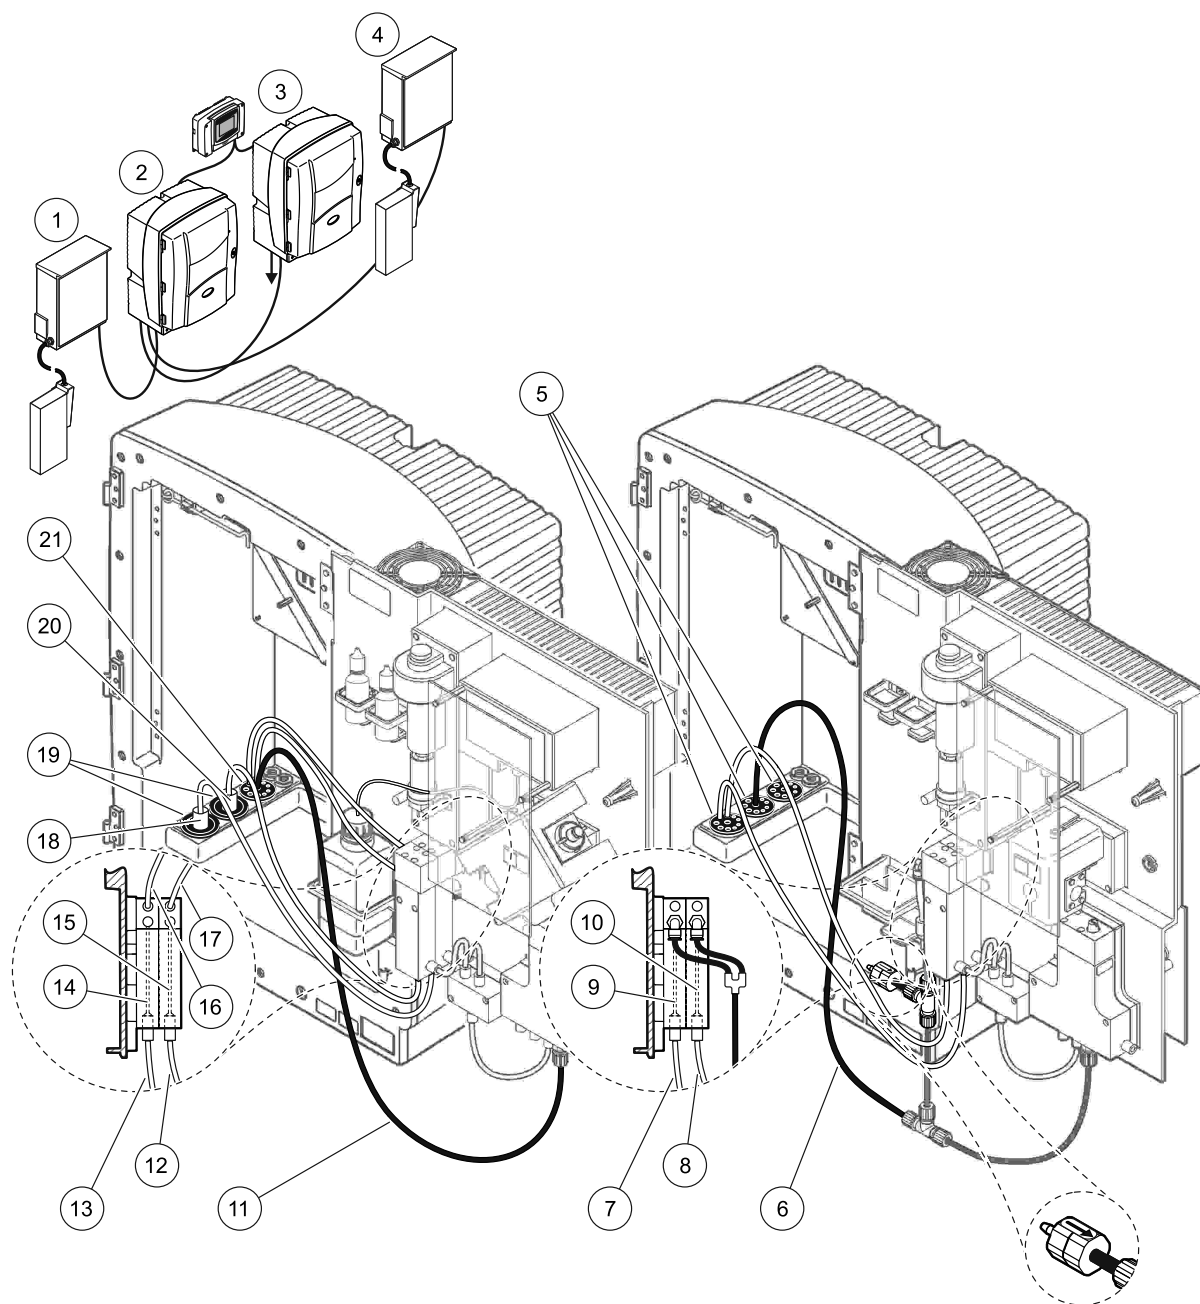

Figura 39 Configuração da opção 9b
Consulte o Figura 39 e as seguintes instruções para a Opção 9b:
- a. Alimente a mangueira aquecida do FILTRAX 1 através do analisador (Figura 39, item 18). Utilize o Conector Vedante #1 para fixar.
- b. Alimente a mangueira aquecida do FILTRAX 2 através do analisador (item 20). Utilize o Conector Vedante #1 para fixar.
- f. Ligue a linha de amostra do FILTRAX 1 à admissão inferior no Recipiente de Excesso de Fluxo 1 utilizando os encaixes (item 13).
- g. Ligue a linha de amostra do FILTRAX 2 à admissão inferior no Recipiente de Excesso de Fluxo 2 utilizando os encaixes (item 12).